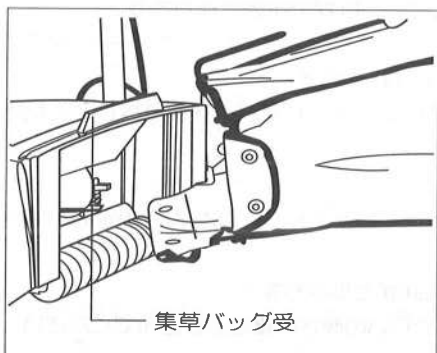

図7
- ①集草バッグ底部を、本機後部ローラーの上になるように差し込みます。(図7参照)